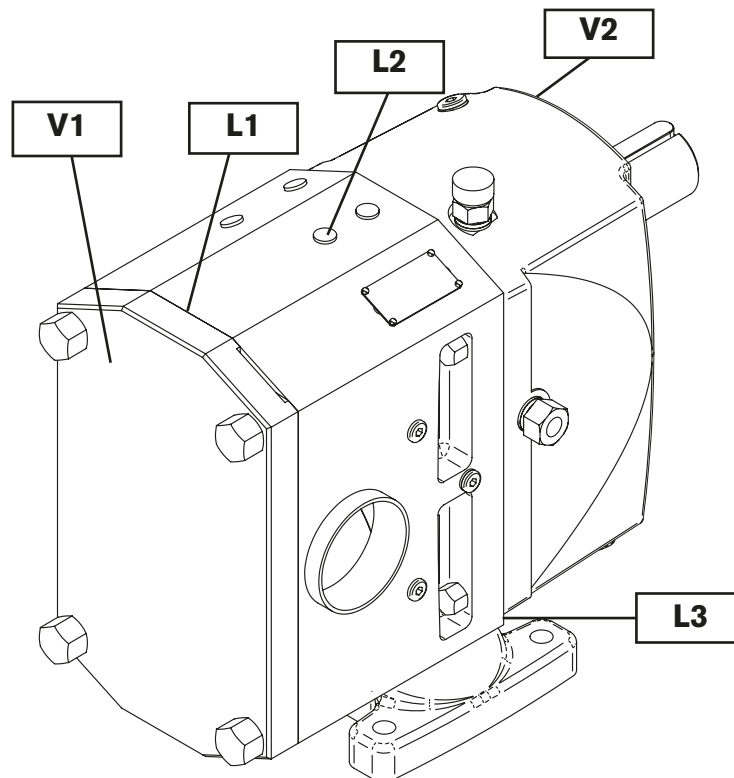

Figura 1 – Indicación de las posibilidades de control y localizaciones opcionales
El control de la temperatura de la superficie siempre es extremadamente importante en las siguientes áreas, véase figura 1:
- Control de la temperatura de la superficie del cuerpo de la bomba en los lugares indicados (vea figura 1) y un control del líquido de lavado en el caso de cierre mecánico con lavado, que asegure suficiente protección contra situaciones peligrosas.